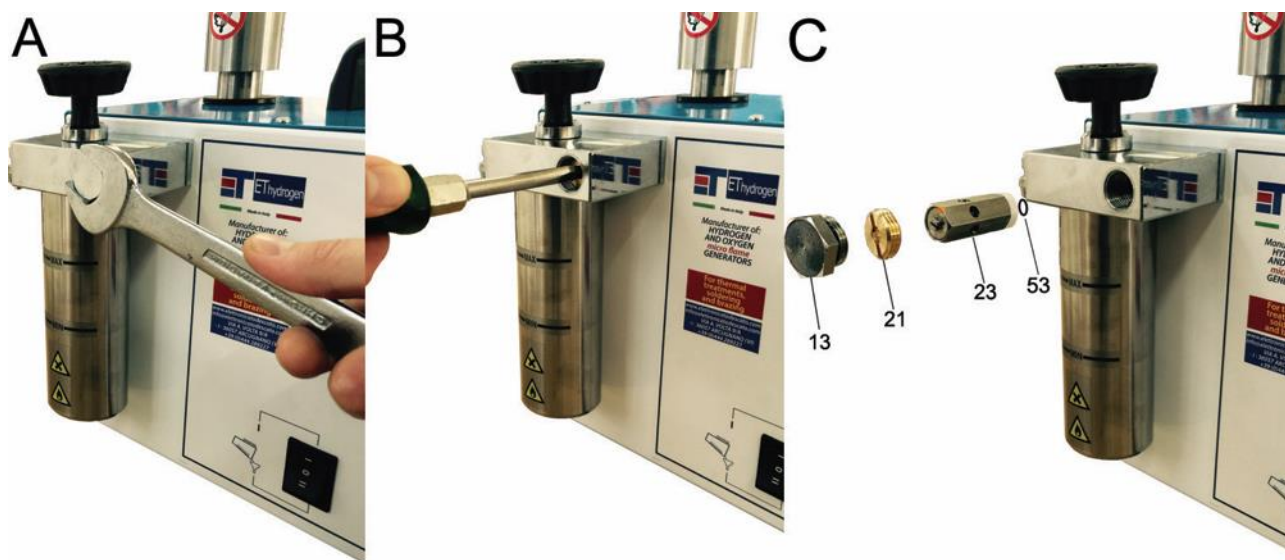

FIG 4 – SOSTITUZIONE DELLA VALVOLA
- 2) Svitare il tappo sede valvola (A Fig. 4) 13.
- 3) Svitare il disco spingi valvola (B Fig. 4).
- 4) Togliere la valvola e la guarnizione "OR" valvola dalla sede (C Fig. 4) 23.